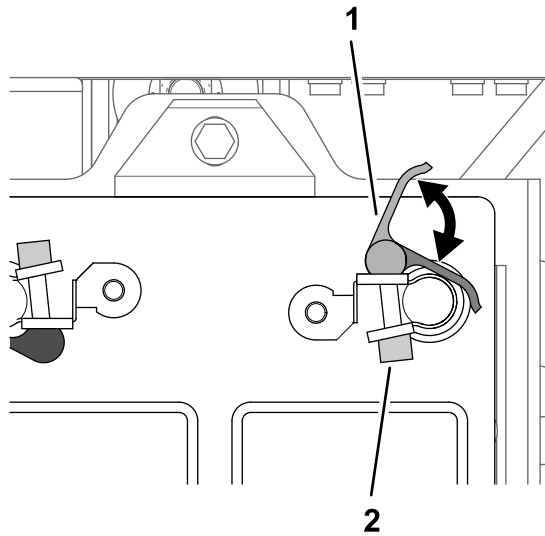

Figura 210
2. Aprite la maniglia di chiusura del morsetto ad attacco rapido con la maniglia nera (Figura 210).
4. Chiudete la maniglia di chiusura del morsetto ad attacco rapido (Figura 210).